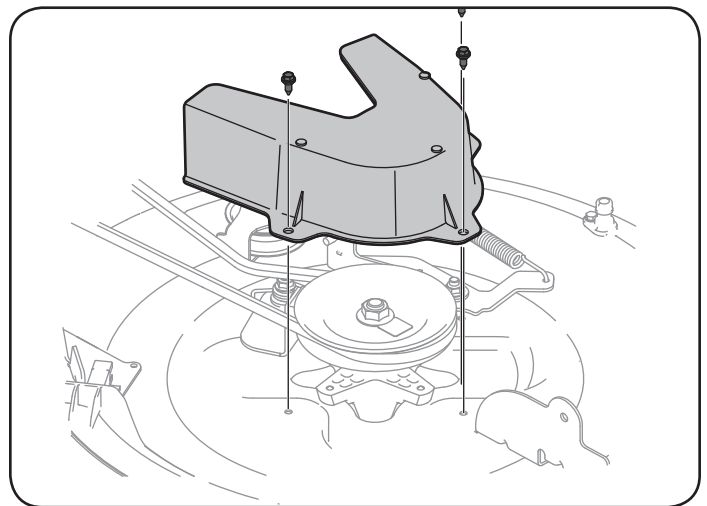

Figura 35
- Extraiga la cubierta de la correa de la plataforma, para lo cual deberá retirar los tres pernos hexagonales que la sujetan. Vea la Figura 35.